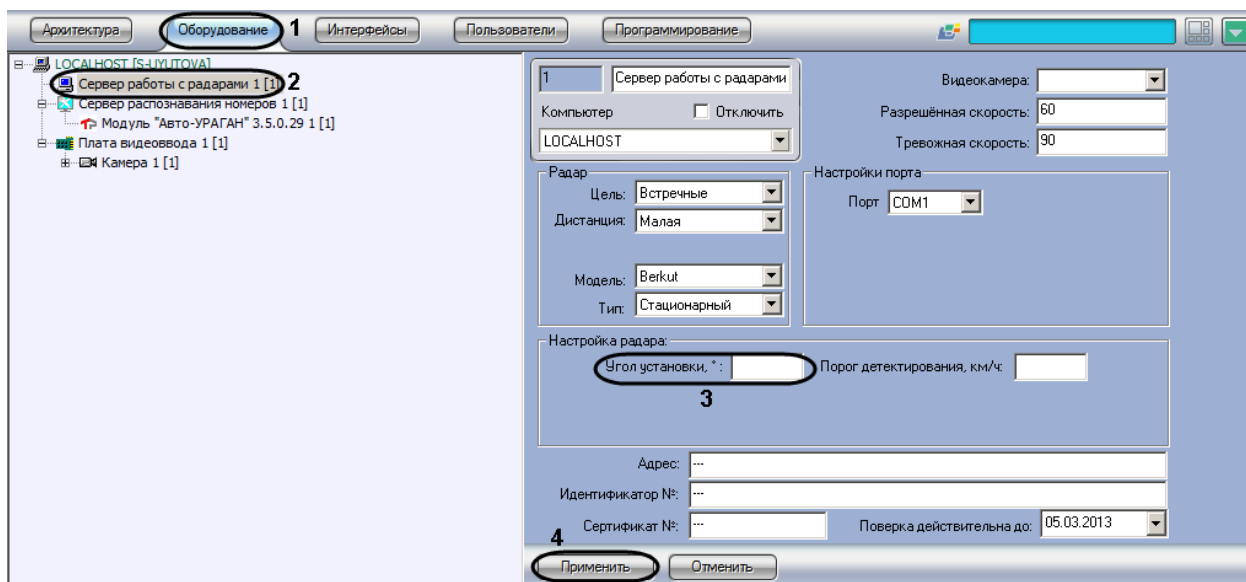

Рис. 7.3—9. Указание угла наклона устройства «Радар» над дорогой
2. В дереве объектов на вкладке «Оборудование» выбрать объект «Сервер работы с радаром», соответствующий настраиваемому программному модулю «Радар» (см. Рис. 7.3—9, 2). В правой части вкладки «Оборудование» отобразится панель настройки выбранного объекта.
3. Задать в поле «Угол установки,0» угол наклона устройства «Радар» над полосой дорожного движения (см. Рис. 7.3—9, 3).